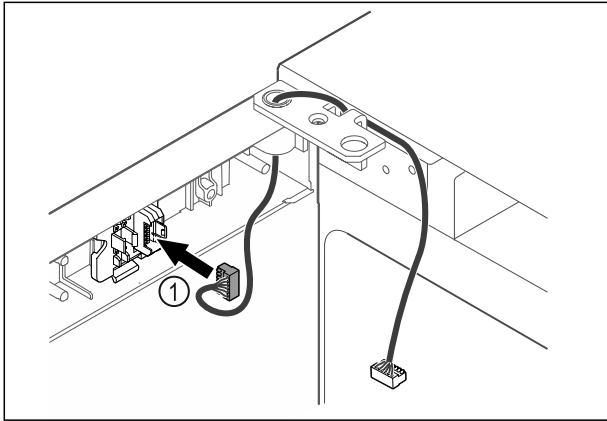

Fig. 46
- ▶ Dugja be a dugót *Fig. 46 (1)* a dugófoglatba.